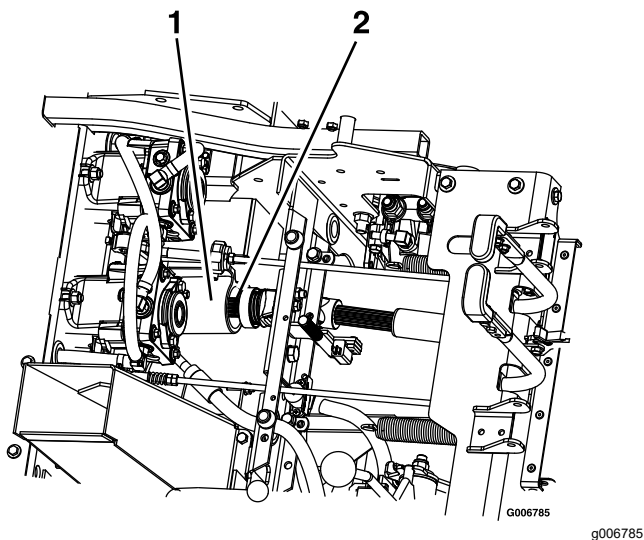

Figura 81
9. Deblocați scaunul și deconectați arborele de transmisie folosind cupla rapidă a arborelui intermediar (Figura 81). Consultați Deblocarea scaunului \(Pagină 19\)
5. Montați arborele de transmisie pe arborele intermediar (Figura 81).